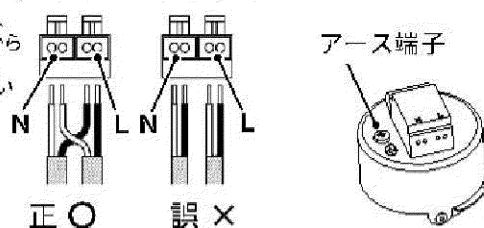

図3 アース接続
- ③アース線を接続する場合はD種(第三種)接地工事を施してください。(図3)